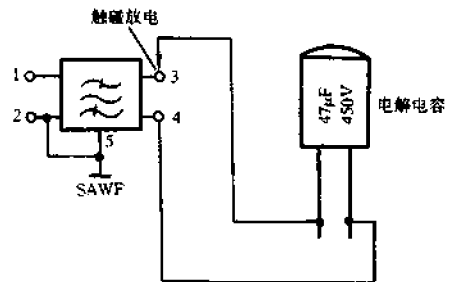

图 4-365 电击法修理 SAWF
对于极间漏电的 SAWF,有时采用电击法进行修复是很奏效的。例如,实测某型电视机一只声表面滤波器两输出引脚③、④间有  $50\text{k}\Omega$  漏电阻,将一只  $47\mu\text{F}/450\text{V}$  电解电容在电源整流电路上充好电,然后按图 4-365 所示的方法对输出端反复进行电击,当用万用表测量被击两端电阻为无穷大时,证明电击成功。最后装机试验,电视机故障排除。